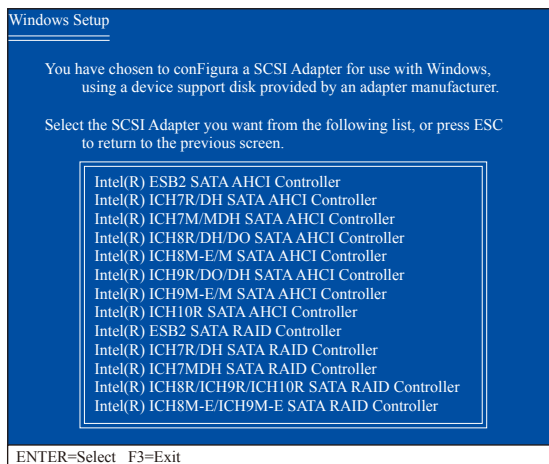

Figura 3
Quando o Setup reconhecer corretamente o driver SATA RAID/AHCI ICH10R da Intel no disquete, aparecerá um menu de controlador semelhante à Figura 3 abaixo. Use a tecla de seta para cima e para baixo para selecionar um dos itens exibidos e pressione <Enter>. Se definir o item **SATA RAID/AHCI Mode** no Setup do BIOS para o modo RAID, selecione **Intel(R) ICH8R/ICH9R/ICH10R SATA RAID Controller**. (Selecione **Intel(R) ICH10R SATA AHCI Controller** para o modo AHCI.)